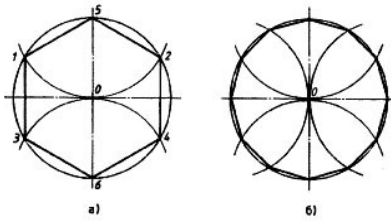

Рис. 67. Деление окружности на шесть и двенадцать равных частей
Чтобы разделить окружность на шесть равных частей, от любой ее точки отложим отрезки, равные радиусу окружности (R). Полученные дуги делят окружность на шесть равных частей. Приняв точки 1, 2, 3, 4, 5, 6 за вершины шестиугольника, соединим их отрезками прямых, как показано на рис. 67а. Таким образом построим правильный шестиугольник.
Деление окружности на двенадцать равных частей основано на откладывании от любой ее точки отрезков, равных половине радиуса окружности ($R/2$). Полученные дуги разделяют окружность на двенадцать равных частей. Приняв каждую засечку за вершину двенадцатиугольника и последовательно соединив их, получим правильный двенадцатиугольник (рис. 67, б).